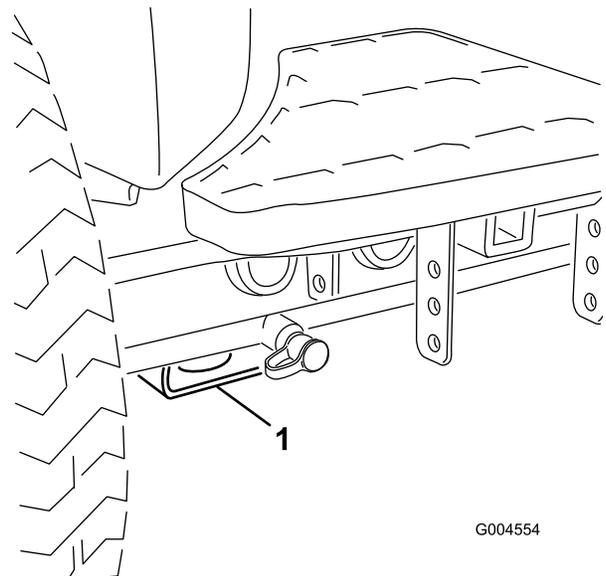

Bild 46
- Vorne: Rechteck unter dem Achsenrohr in jedem Vorderreifen (Bild 46).